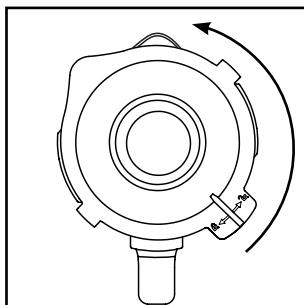

Abb. 1
- 1) Drehen Sie den Mixaufsatz ③ gegen den Uhrzeigersinn, bis der Pfeil ▼ unter dem Griff des Mixaufsatzes über der Position ④ steht. Nehmen Sie den Mixaufsatz ③ gerade nach oben vom Motorblock ⑥ ab.
- 2) Entfernen Sie den Deckel ②, indem Sie ihn so weit gegen den Uhrzeigersinn Richtung Position ⑤ drehen (siehe Abb. 1), bis Sie ihn nach oben abziehen können.
- 3) Befüllen Sie den Mixaufsatz ③ mindestens bis zum untersten Strich der Skala ⑧ und maximal bis zur Markierung MAX. Für optimale Ergebnisse empfehlen wir folgende maximale Füllmengen: